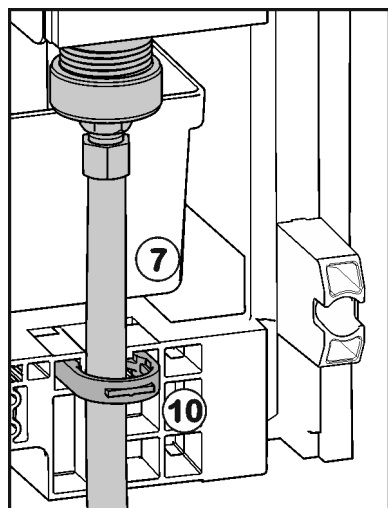

Fig. 19
- ▶ Fixer la conduite d'eau Fig. 19 (7) à l'aide de l'étrier d'arrêt Fig. 19 (10) à la structure le cas échéant.